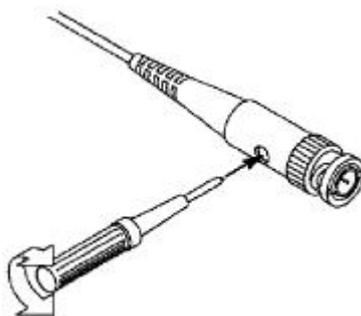

图 3-7: 探头调整
- 2、 检查所显示的波形，调节探头，直到补偿正确。见图 3-6，图 3-7。